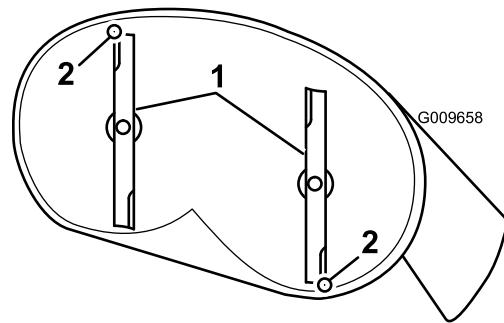
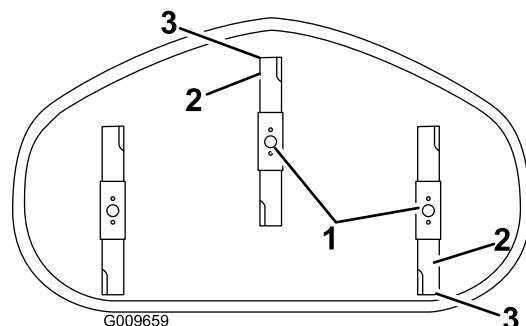

Figure 62
Figure 63
5. Mesurez la distance entre la pointe de la lame avant et la pointe de la lame arrière par rapport à la surface plane (Figure 62 et Figure 63). Si la pointe avant de la lame n'est pas de 1,6 à 7,9 mm plus basse que la pointe arrière, réglez le contre-écrou avant.
4. Faites pivoter les lames avec précaution pour faire passer les pointes avant à l'arrière (Figure 62 et Figure 63).
8. Une fois le réglage effectué, vérifiez à nouveau l'inclinaison avant/arrière des lames. Poursuivez le réglage de l'écrou jusqu'à ce que la pointe avant de lame soit de 1,6 à 7,9 mm plus bas que la pointe arrière (Figure 62 et Figure 63).